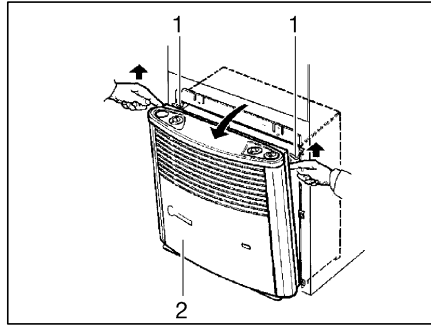

Bild 106 Heizungsverkleidung abnehmen
- Heizungsverkleidung (Bild 106,2) abnehmen. Dazu die Verkleidung oben nach vorn ziehen, Haltefedern (Bild 106,1) seitlich nach oben drücken und Verkleidung nach vorn klappen.